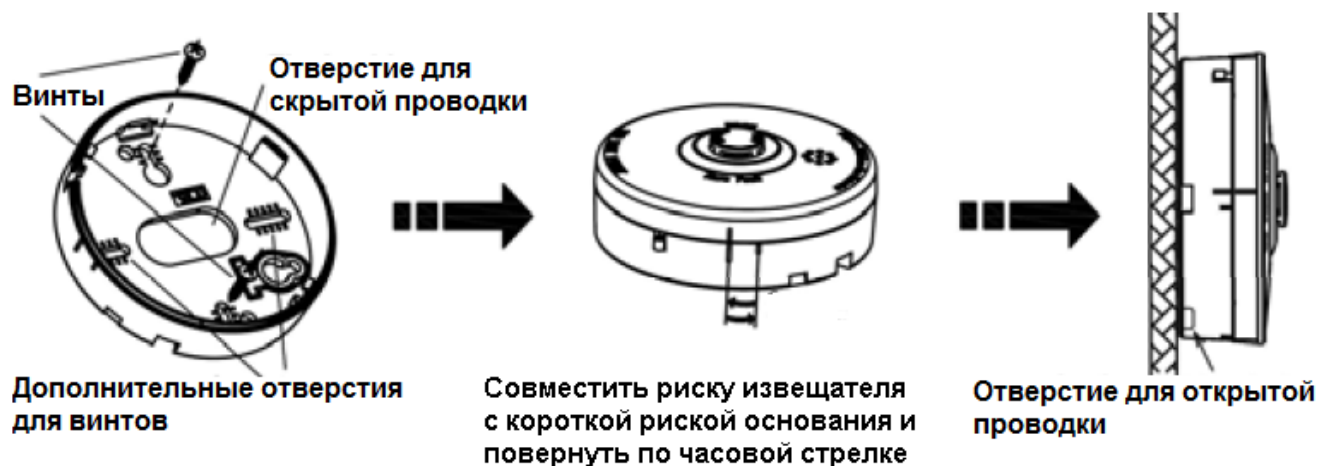

Рисунок 2.2.4.1
2. Установите основание извещателя на поверхность, как показано на рис. 2.2.4.1.
3. При установке заподлицо изделие должно быть установлено на стандартную электрическую коробку. Окончательная установка, как показано на рис. 2.2.4.2.